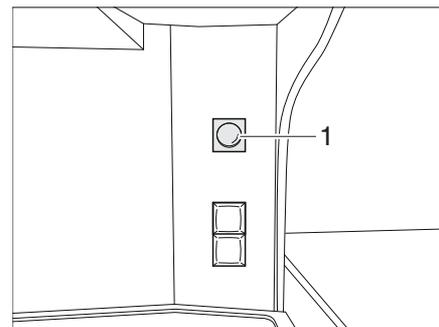

Bild 65 Variante 2: Schalter für Zentralverriegelung der Küchenbedienzeile
- Schalter (Bild 65,2) drücken. Klappen und Schubfächer des Küchenblocks sind verriegelt bzw. entriegelt.